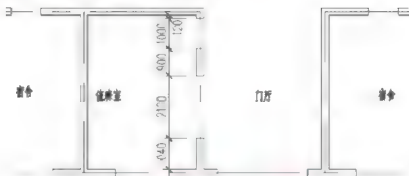

图 3.63 洞口宽度变为 2100mm
- ② 按 Enter 键进入下一步。
- ③ 在指定基点或位移: 提示下, 在绘图区任意单击一点作为拉伸的基点。
- ④ 在指定第二个点或 使用第一个点作为位移: 提示下, 打开【正交】功能, 将光标垂直向上拖动, 输入“300”, 表示将窗洞口下侧的墙段向上加长 300mm, 那么窗洞口的宽度则向上减少 300。
- ⑤ 按 Enter 键结束命令, 结果如图 3.63 所示。
通过观察图 3.63, 可以理解尺寸标注和图形的联动关系, 将窗洞口的大小由 2400mm 修改成 2100mm, 其尺寸标注也自动发生了变化。